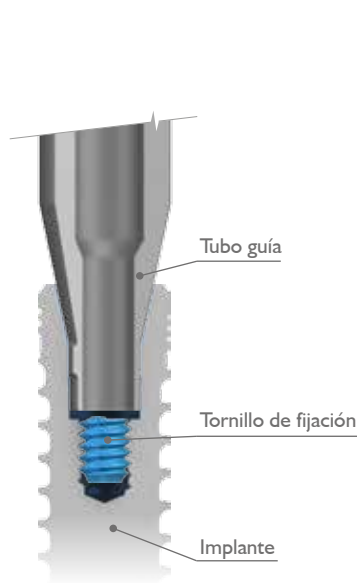
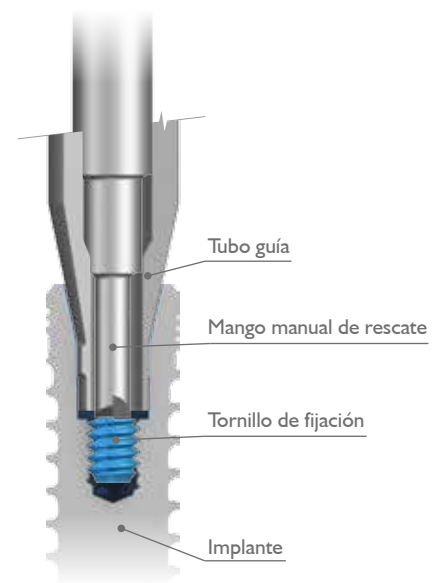

Fig. 4: Sistema BioniQ – Inserción del tubo guía en el implante.
Fig. 5: Sistema BioniQ – Rescate del tornillo mediante mango manual de rescate.
Insertar el tubo guía (A) en el implante hasta la completa inserción del hexágono (BioniQ) o del octógono (IMPLADENT) (Fig. 4). Insertar el mango manual de rescate (B) en el tubo guía hasta alcanzar el tornillo fracturado (Fig. 5).